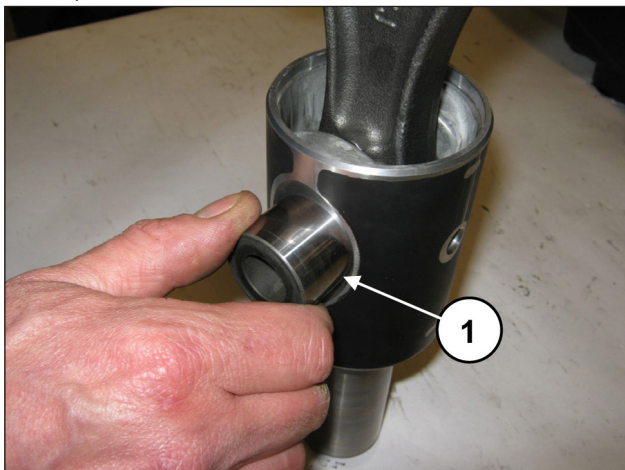
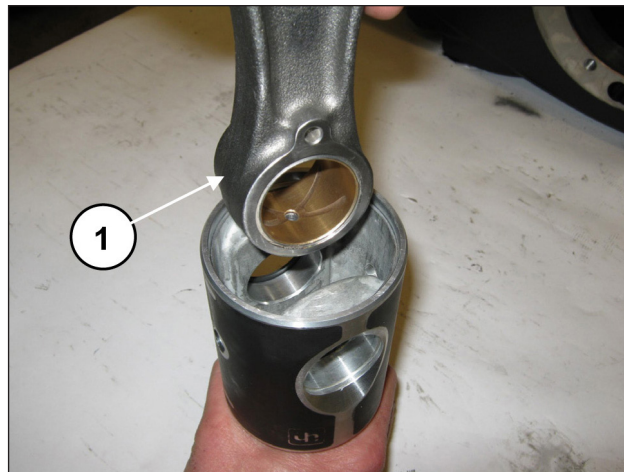

Рис. 40
Рис. 41
Снимите палец (поз. ①, Рис. 40) и извлеките шатун (поз. ①, Рис. 41).
Вставьте шатун в направляющую поршня (поз. ①, Рис. 41), а затем вставьте палец (поз. ①, Рис. 40). Установите оба стопорных кольца буртика (поз. ①, Рис. 39).